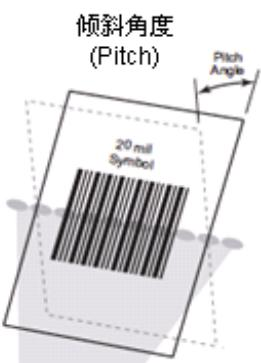

图 1-11
- ✧ 倾斜角度(Pitch)：±60°，测试条件为0°旋转角及0°偏转角（见图 1-11）。